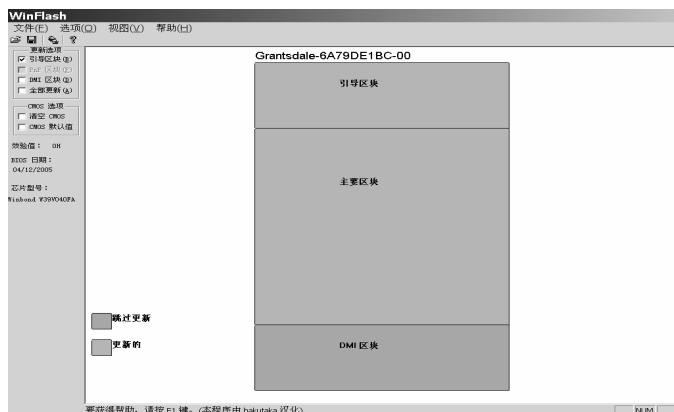

图 10-31 WinFlash 界面
⑦刷新完毕后，关机或者重新启动计算机，通过功能键进入 BIOS 设置页面，选择“Load Setup Defaults”后，完成 BIOS 更新过程。
(2) Windows 下 BIOS 升级的方法。现在许多主板厂商都提供了 Windows 下刷新 BIOS 的程序和 BIOS 文件，Windows 下的刷新程序更加直观，并有更多的选项，如清除 CMOS 参数和口令等。下面以 WINBOND 公司的 BIOS 芯片为例，说明升级 BIOS 的步骤。
①下载 BIOS 刷新程序 WinFlash.exe 和新 BIOS 文件 FCG9123.BIN 到硬盘中。
②运行 WinFlash.exe 得到如图 10-31 所示的界面。